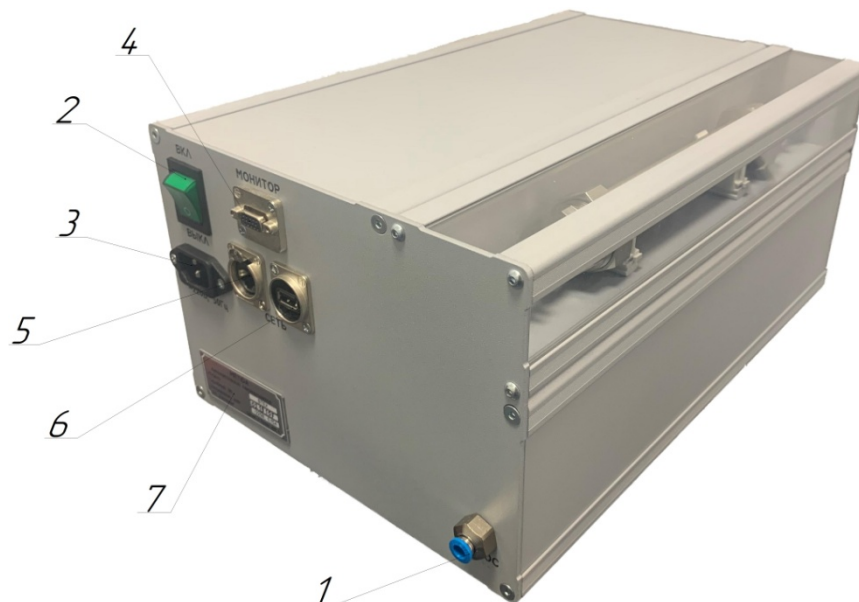

Рисунок 3 – Газоанализатор «METIDA-VTEX», где
- разъёмы для подключения внешних зарядных устройств и стандартные разъёмы передачи данных типа RJ-45 (Ethernet) и USB 2.0 (USB), а также типа DE-15 (VGA) для подключения внешнего экрана (монитора в исполнении 2) - Рисунок 3.